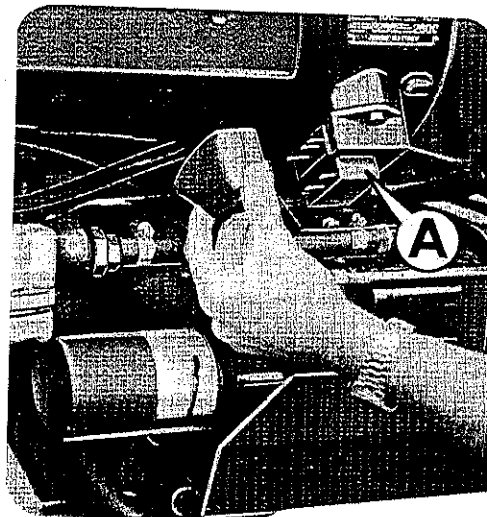

Fig. 44
- e) Inserire la spina lamellare doppia A (Fig. 44) che collega il regolatore di tensione all'alternatore
Qualora il trattore fosse sprovvisto di batteria e si debba effettuare l'avviamento del motore con una batteria ausiliaria oppure trainando il trattore occorre staccare la spina lamellare doppia A (Fig. 44) che collega l'alternatore al regolatore di tensione e mantenerli staccati anche durante il funzionamento del motore.
- e) Insert double lamellar plug A (Fig. 44), connecting voltage regulator to the alternator.
Should the tractor not be equipped with battery and should you start up the engine by an auxiliary battery or by towing the tractor, it is necessary to disconnect double lamellar plug A (Fig. 44), connecting the alternator to voltage regulator, and to keep them disconnected also at engine working.
- e) Introduire la fiche lamellaire double A (Fig. 44) connectant le régulateur de tension à l'alternateur.
Si le tracteur est dépourvu de batterie et que l'on doit démarrer le moteur en utilisant une batterie auxiliaire ou bien en trainant le tracteur, il est nécessaire de détacher la fiche lamellaire double A (Fig. 44) connectant l'alternateur au régulateur de tension et de les maintenir déconnectés même lors du fonctionnement du moteur.
- e) Insertar el enchufe laminar doble A (Fig. 44) que conecta el regulador de tensión con el alternador.
Esto es válido también para los casos de recarga de la batería con medios externos. Toda vez que el tractor estuviera desprovisto de batería o se daba efectuar la puesta en marcha del motor con una batería auxiliar, o bien, remolcando el tractor, es necesario desconectar el enchufe laminar doble A (Fig. 44) que conecta el alternador con el regulador de tensión y mantenerlos desconectados aún durante el funcionamiento del motor.